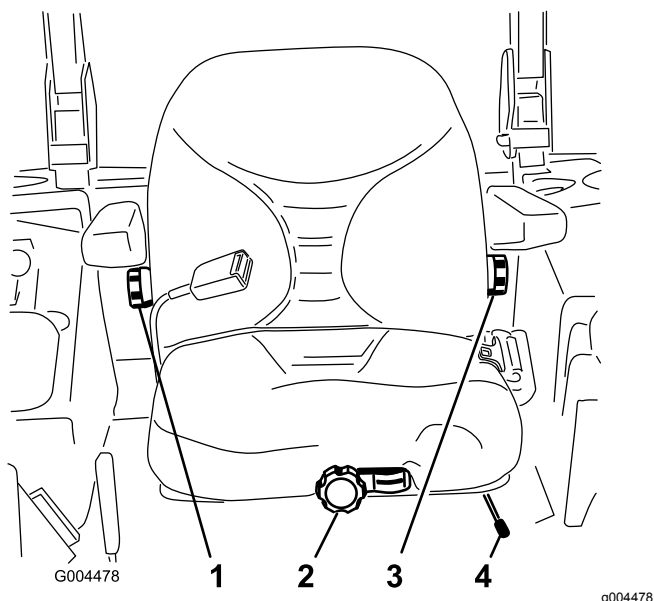

図 54
1. 調整は、レバーを横に動かしてシートのロックを解除して行う(図 54)。
運転席に座らずに、座席前部にあるノブを、オペレータの体重に合わせてセットします(図 54)。
調整は、右側アームレストの下にあるノブを回して行います(図 54)。
調整は、左側アームレストの下にあるノブを回して行います(図 54)。